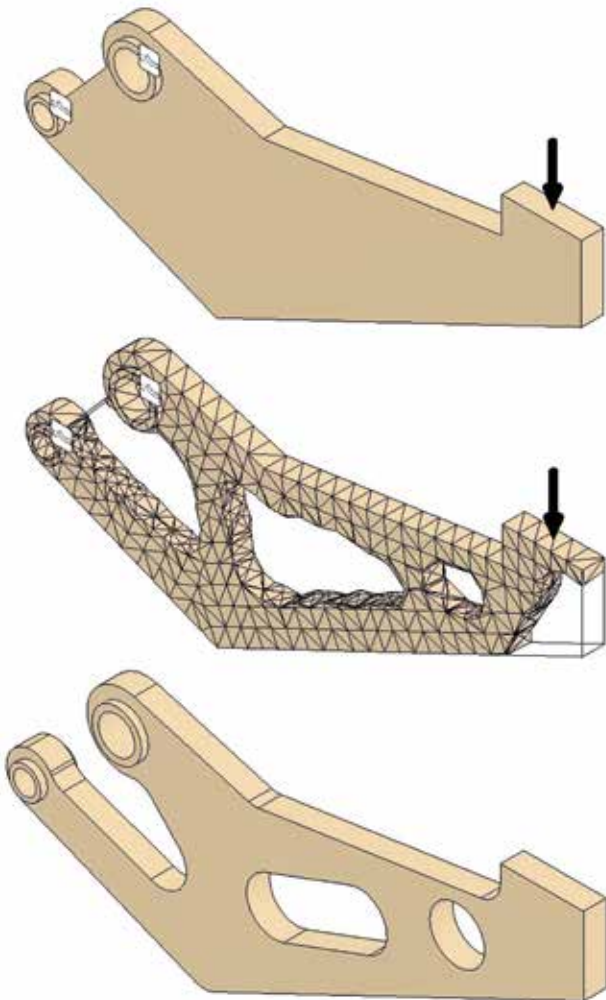

Abbildung 3: Formengenerator zur Optimierung von Bauteilen
- wie auch bei der Festigkeitsberechnung (siehe Abbildung 3, oben). Anschließend definieren Sie unter anderem das Zielgewicht, beizubehaltende Regionen und die Netzgröße. Die berechnete Form wird als Netz im Bauteil gespeichert und steht als Vorlage für Ihr nächstes Design zur Verfügung (siehe Abbildung 3, Mitte). So können Sie schnell und einfach die Bauteilform weiterentwickeln, Ihre Konstruktion schlanker designen und durch die Belastungsanalyse Ihren Entwurf sofort verifizieren (siehe Abbildung 3, unten).